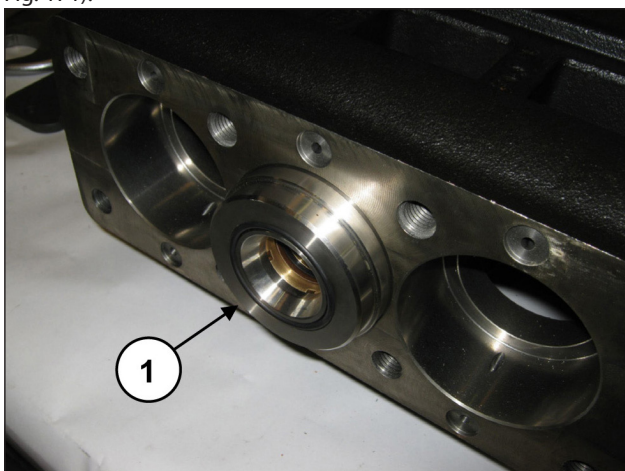

Fig. 171
Tourner l'arbre pour faire avancer le guide de piston de sorte que le tampon, en avançant à son tour, puisse chasser le support des joints et le groupe piston complet (rep. ①, Fig. 171).